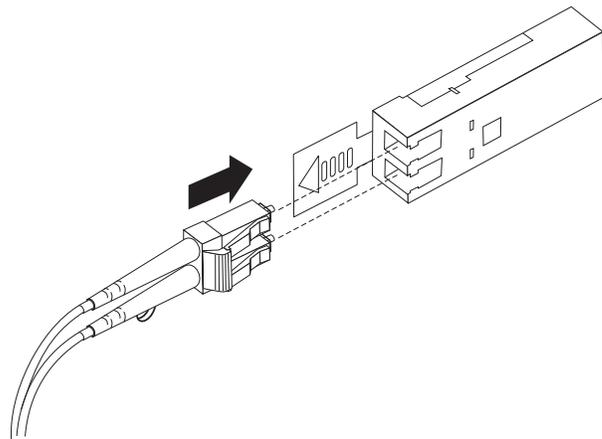

図 32. LC-LC ファイバー・チャンネル・ケーブルの SFP モジュールへの挿入
4. 保護キャップを外した LC-LC ケーブルの端を、DS5020 に取り付けられた SFP モジュールに慎重に挿入します。ケーブル・コネクタにはキー溝が付いているため、SFP モジュールに正しく挿入することができます。図 32 に示すように、コネクタを持ったまま、所定の位置でクリック音がするまでケーブルを押し込みます。